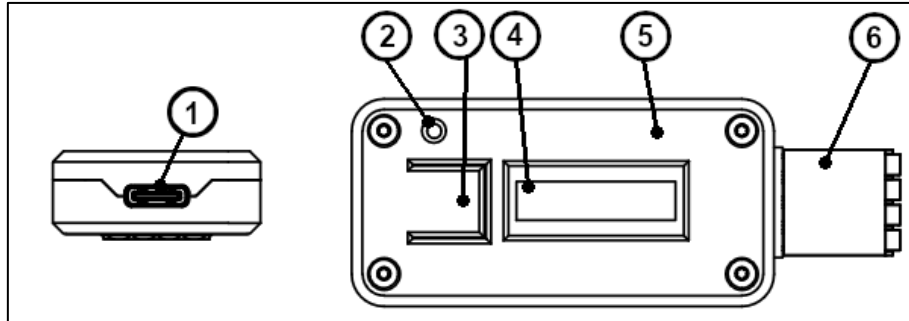

Abbildung 3.1: Bedienelemente DNO-485
Der Aufbau des DisplayNode 485 ist in Abbildung 3.1 dargestellt.
Die Bedienung des DNO-485 erfolgt primär durch den vorhandenen Menütaster (*siehe Abbildung 3.1 ③*). Bei der Verwendung dieses Tasters sind zwei unterschiedliche „Tastzyklen“ definiert. Eine „kurze“ und eine „lange“ Betätigung. Abhängig vom Zustand des Gerätes sind diese Tastzyklen für unterschiedliche Funktionen verantwortlich.